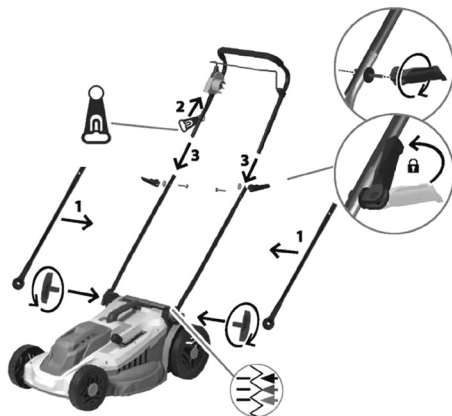

Рис. 3 Установка рабочей рукоятки
1. Установите стойки рабочей рукоятки 1 и закрепите фиксатором на корпусе газонокосилки (Рис. 3).